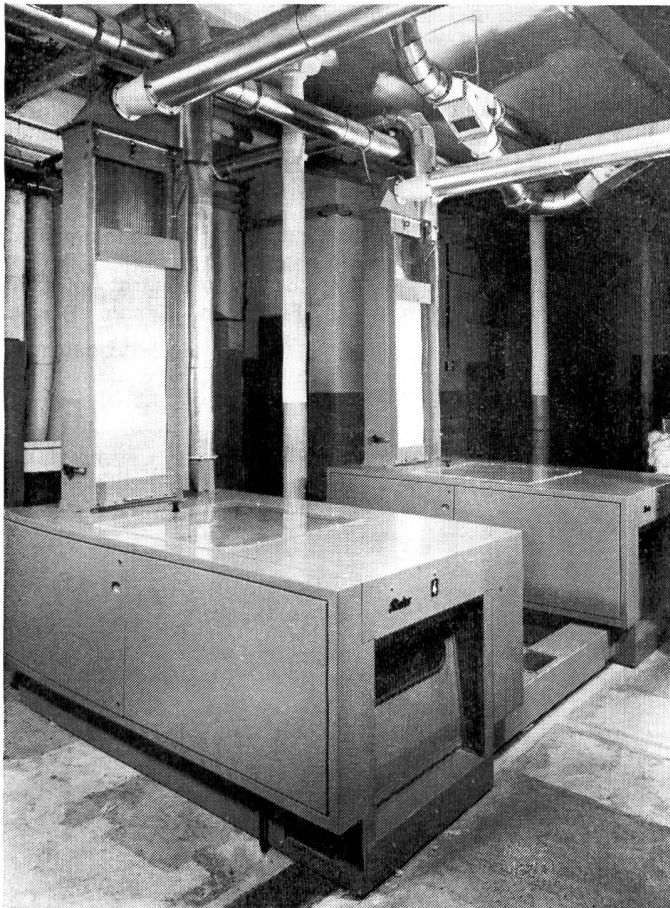

Abbildung 1 Contimeter, Rieter
**Mischen** — Auch hier werden von den meisten Herstellern Mischmaschinen angeboten. Eine der interessantesten Entwicklungen zum Mischen von unterschiedlichen Faserkomponenten ist dabei das «Contimeter» von Rieter (Abbildung 1). Das Contimeter ist das Kernstück eines neuartigen, elektronisch gesteuerten Mehrkomponentenmischverfahrens in der Putzerei. Die Dosierung der Anteile erfolgt kontinuierlich. Das Herzstück ist eine Waage,